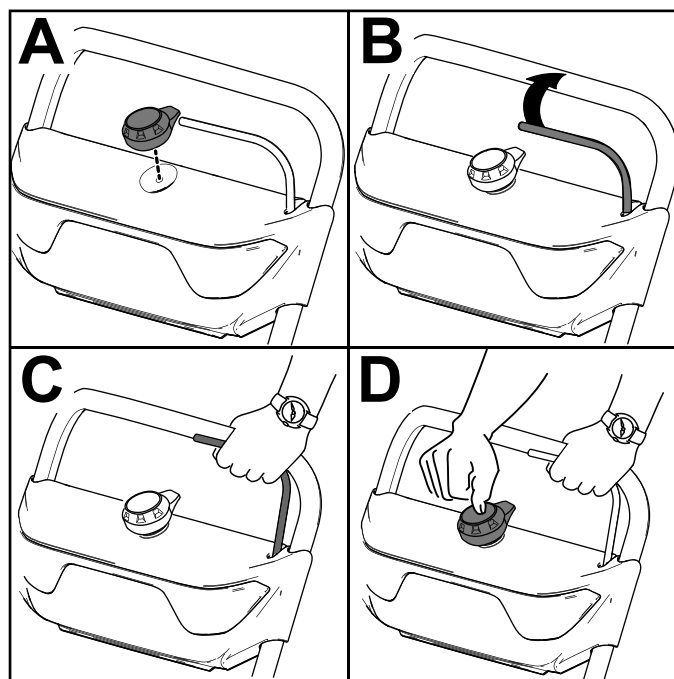

Figura 11
2. Inserite il pulsante di avviamento elettrico nell'avviatore elettrico (A della Figura 11).
3. Premete la barra e tenetela ferma sulla stegola (B e C della Figura 11).
4. Premete il pulsante di avviamento elettrico fino a quando il motore non si avvia (D della Figura 11).